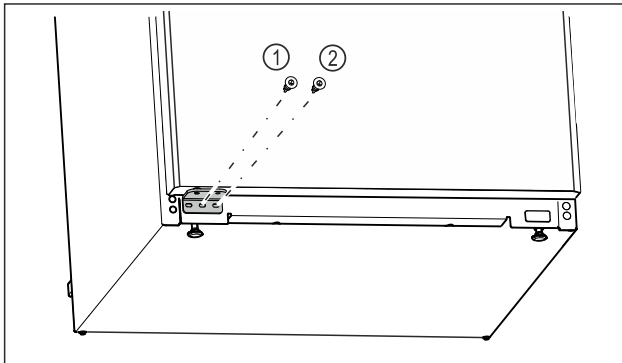

Fig. 21
- Mittlere Schraube des Lagerbocks Fig. 21 (1) mit Schraubendreher Torx 20 festschrauben.
- Innere Schraube des Lagerbocks Fig. 21 (2) mit Schraubendreher Torx 20 festschrauben.